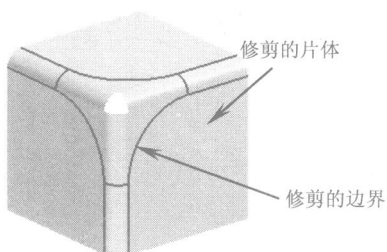
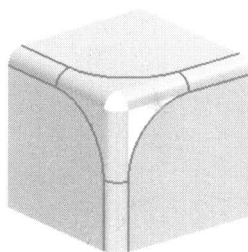

图1-20
图1-21
16. 在【曲面】工具条中单击【修剪的片体】按钮，弹出【修剪的片体】对话框。依次选择如图 1-20 所示的修剪的片体和修剪的边界，最后单击 按钮创建修剪的片体，结果如图 1-21 所示。